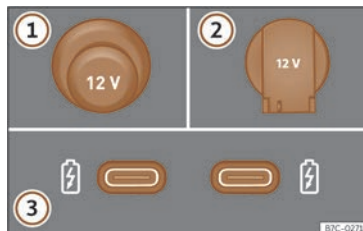

Fig. 151 Tomas de corriente de 12 voltios del vehículo.
>>> fig. 151
En función del equipamiento y del país, el vehículo puede disponer también de conectores USB con función **exclusivamente de carga o toma de corriente** >>> **fig. 151 ③**.